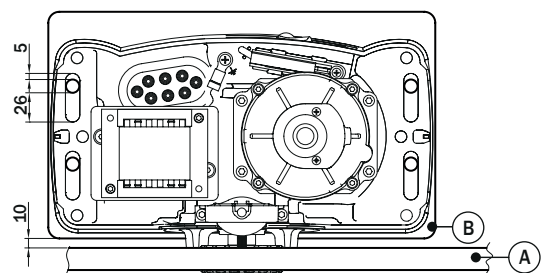

Fig. 2
- Posizionare il BG30 sui 4 tiranti, come indicato in fig. 2. Se necessario, svitare i dadi della piastra di fondazione.
- Fit the BG30 on the 4 anchor bolt, as shown in fig. 2. If necessary, undo the nuts on the foundation plate.
- Den BG30 auf die 4 Ankerbolzen aufsetzen, wie in Abb. 2 gezeigt. Falls erforderlich, die Muttern der Fundamentplatte abschrauben.